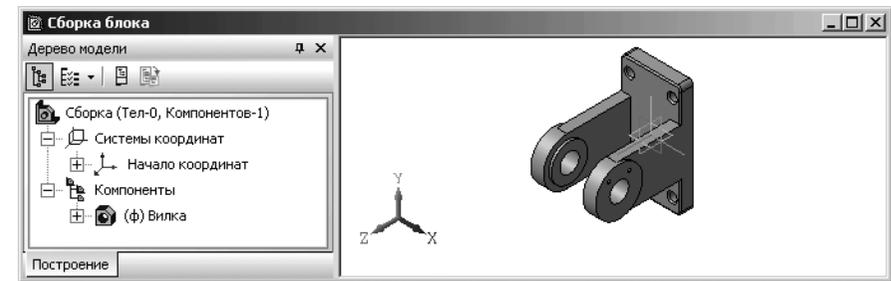

Рис. 6.44. Базовая деталь **Модель\_Вилки** в окне **Сборка\_блока**
- нажмите функциональную клавишу **F9** для показа модели в полном размере. Возможное состояние системы показано на рис. 6.44.